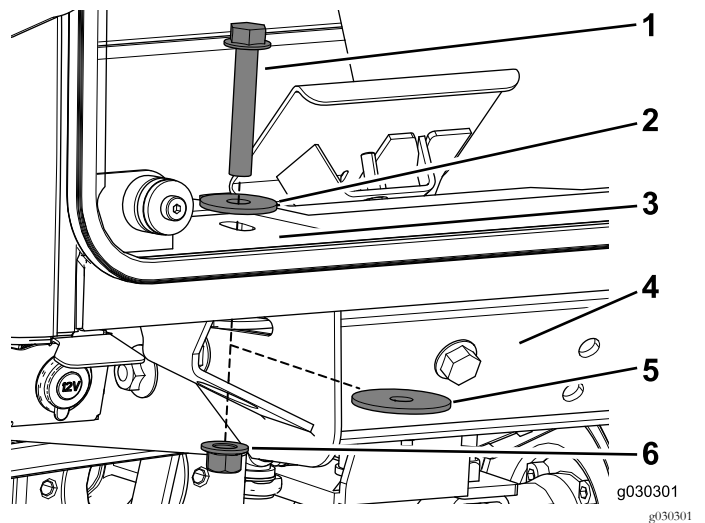

Figura 20
7. Utilize um parafuso (1/2 pol. x 3 pol.), uma anilha de encosto, uma anilha grande e a porca de bloqueio para prender a cabina às montagens frontais na máquina (Figura 20).